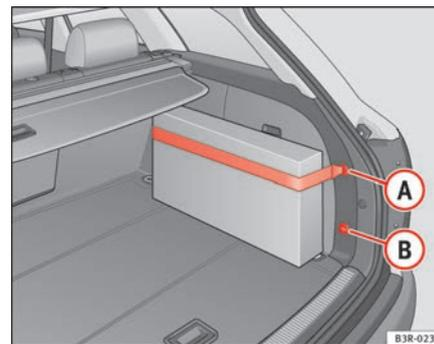

Fig. 119 Cinturón de sujeción en el revestimiento lateral derecho del maletero
- Enganche el cinturón de sujeción en el alojamiento (A) o bien (B) ⇒ fig. 119.